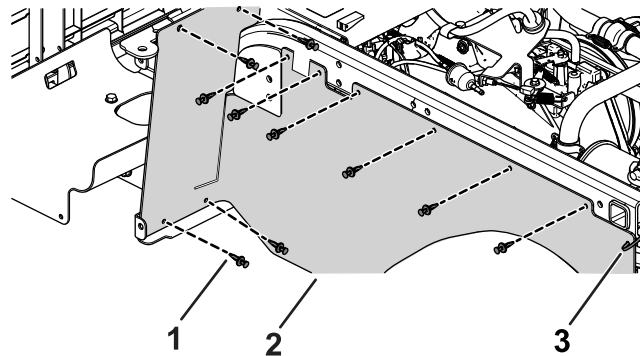

Bild 23
2. Befestigen Sie jede Gummiabdeckung mit den zehn vorher entfernten Kunststoffnieten und einem Kabelbinder (Bild 23).